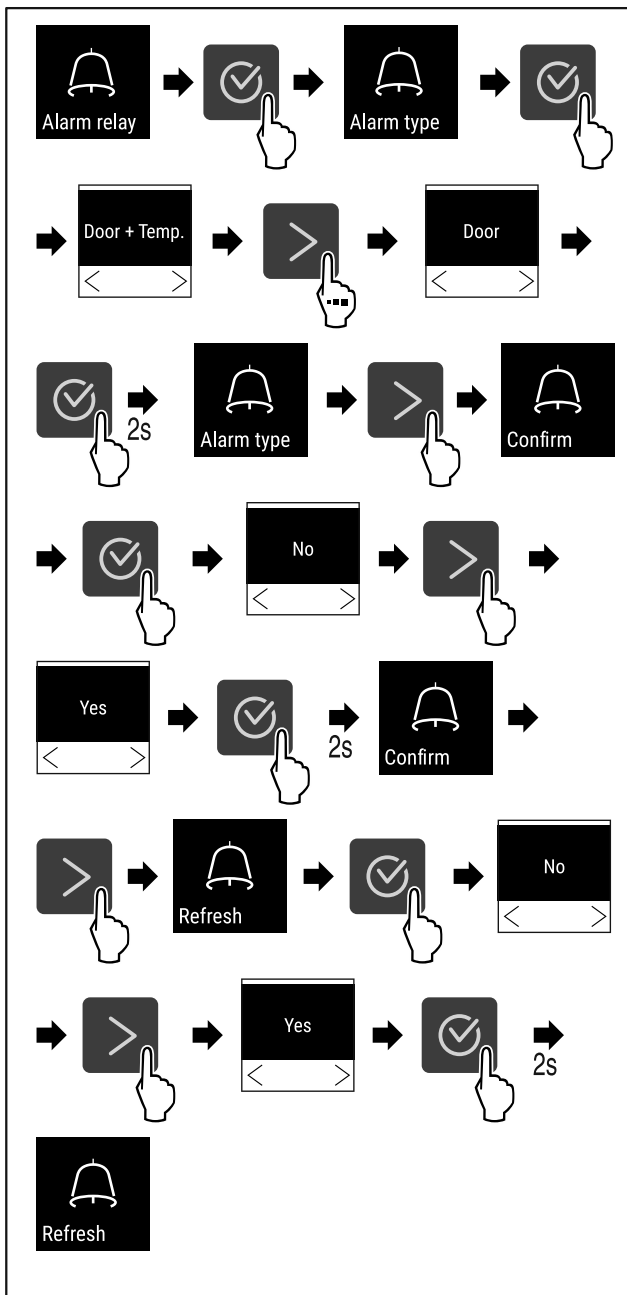

Fig. 109
- ▶ Kryeni hapat e veprimit (shihni Fig. 109).